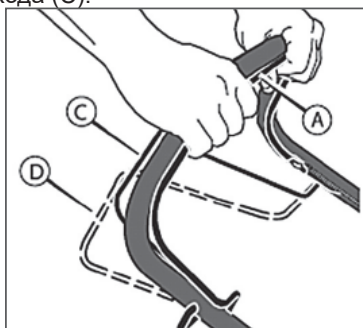

Рис. 11 Положение рычагов остановки двигателя и включения привода хода
1. Удерживайте рычаг остановки двигателя (А) в рабочем положении (Рис. 11). Запустите двигатель.
2. Прижмите рычаг включения привода к рабочей рукоятке в положение С (Рис. 11). Теперь система привода включена, и газонокосилка начнет двигаться вперед.
3. Для выключения только системы привода, отпустите рычаг включения привода (С). В выключенном положении (D), газонокосилка прекратит движение вперед, но двигатель будет продолжать работать, а нож вращаться.